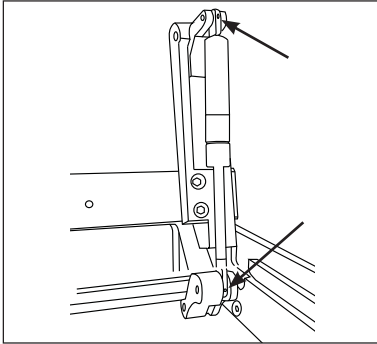

Abb.21
- Die Bolzen der Kolben, zu ersetzen, lösen (Abb. 21);
- Die Bolzen der Kolben ersetzen (Beispiel Abb. 21)